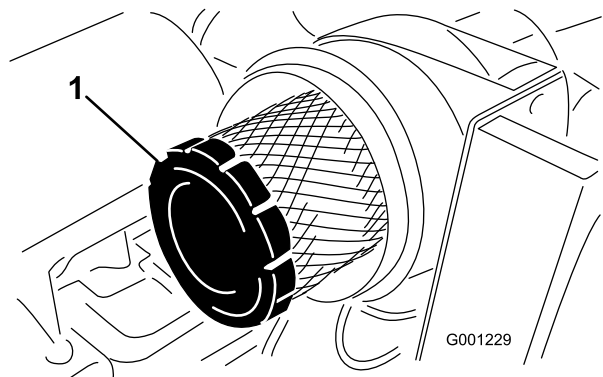

Figura 48
4. Retire y cambie el filtro primario (Figura 48).